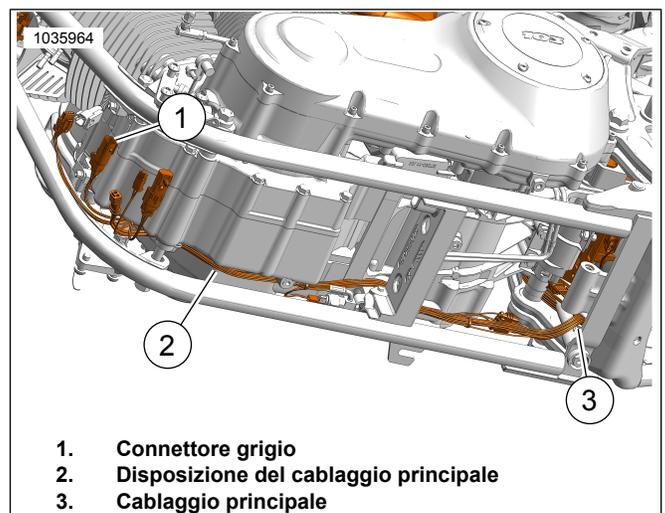

Figura 35. Disposizione del cablaggio
14. Vedere Figura 35. Disporre il connettore del cablaggio grigio al di fuori del vano della batteria:
- individuare il cablaggio principale (3).
- Disporre il cablaggio con il connettore grigio lungo il cablaggio principale (2) verso il connettore del cablaggio principale anteriore.
- Abbinare i connettori per colore (1): grigio con grigio.